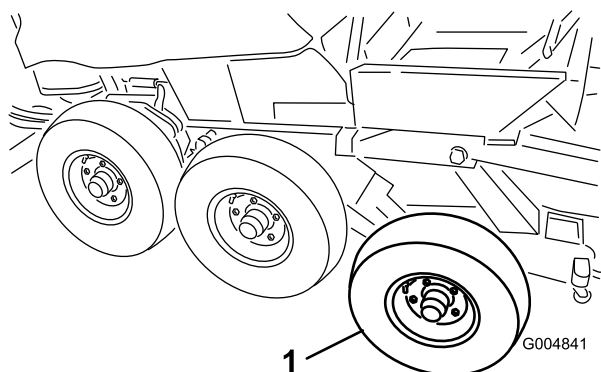

Figure 30
19. Déposez les roues avant et centrales du cadre d'hiver (Figure 30).